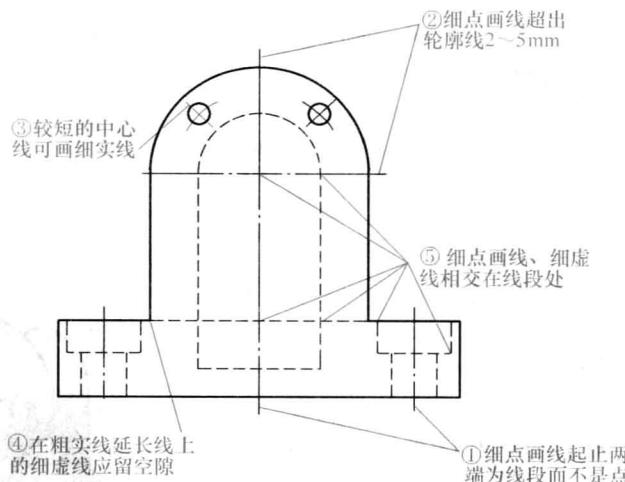

图 1-2 图线的画法规定
- 2) 细点画线和细双点画线的起止两端一般为线段而不是点（图 1-2①）。细点画线超出轮廓线 2~5mm（图 1-2②）。
- 3) 当图形较小时，可用细实线代替细点画线（图 1-2③）。
- 4) 细虚线画在粗实线的延长线上时，细虚线应留有空隙（图 1-2④）。
- 5) 细点画线、细虚线和其他图线相交或自身相交时，应是线段相交（图 1-2⑤）。